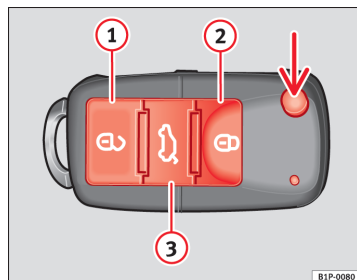

Fig. 62 Knapper på nøglen med fjernbetjening
Med knappen ⇒ Fig. 62 (pil) på fjernbetjeningen kan du klappe nøglen ud.
Oplåsning af bilen ⇒ Fig. 62 ① Dørene og bagklappen bliver låst op.
Låsning af bilen ⇒ Fig. 62 ②
Oplåsning af bagklappen. Tryk på knappen ⇒ Fig. 62 ③, indtil alle blinklygter på bilen blinker et kort øjeblik. Når du har trykket på oplåsingsknappen ⇒ ③, kan du åbne bagklappen inden for 2 min. Når denne periode er gået, bliver bagklappen låst igen.
Desuden blinker nøglens batterikontrollampe ⇒ Fig. 62.
- Tryk på knappen  ⇒ Fig. 62 på fjernbetjeningen.